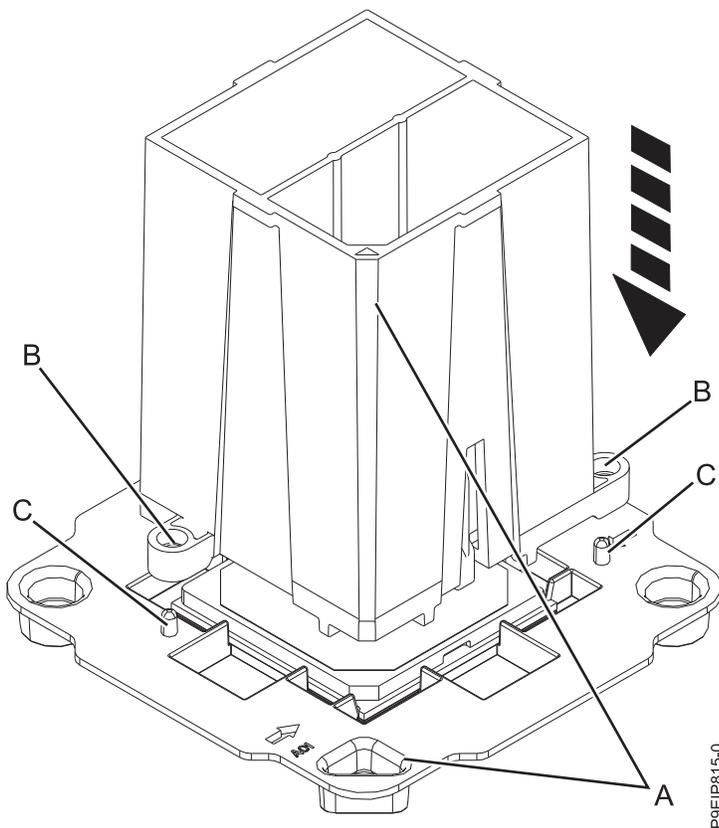

Figura 61. Alineación de la herramienta de extracción
3. Extraiga el módulo del procesador de sustitución de la bandeja de envío. Alinee la esquina biselada (A) de la herramienta sobre la esquina biselada del módulo, tal como se muestra en la Figura 61. Asegúrese de que la guía (B) quepa en la patilla de alineación (C).